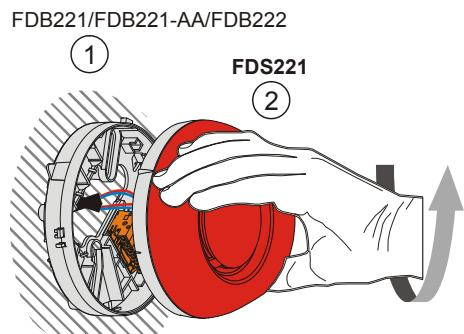

Fig. 1
2. Turn the alarm sounder FDS221 manually into the detector base until snap in (Fig. 1).
2. Drehen Sie den Alarmtongeber FDS221 von Hand in den Meldersockel ein bis er einrastet (Fig. 1).
2. Vissez le diffuseur sonore FDS221 à la main dans l'embase de détecteur jusqu'à ce qu'il s'encliquette (Fig. 1).
- Enrosque la sirena de alarma FDS221 manualmente en el zócalo del detector hasta que encaje (Fig. 1).
- Avvitare la sirena d'allarme FDS221 manualmente sulla base finché non scatta in posizione (Fig. 1).